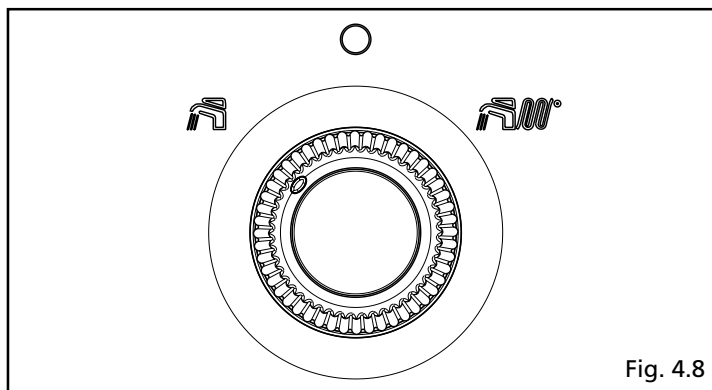

Fig. 4.8
- portare il selettore di funzione su  (estate) (fig. 4.8)
- portare il selettore di funzione su  (inverno) (fig. 4.8)